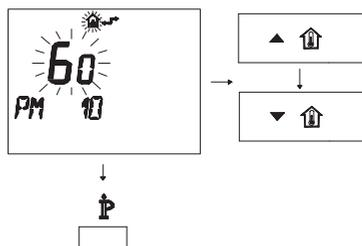

Figura 5.52
- Per modificare il SET programmato agire sui pulsanti ▲ (up) o ▼ (down) e aspettare che il numero programmato cominci a lampeggiare (Figura 5.52).